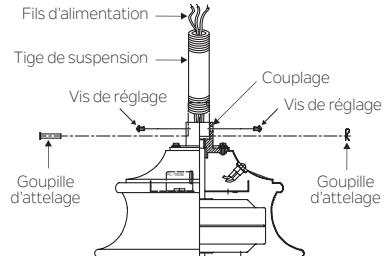

Fig. 8
**Étape 6.** Desserrez les deux vis de réglage et retirez la goupille d'attelage et le clip de fixation de l'accouplement situé au-dessus de l'ensemble du moteur. (Fig. 8)
Ensuite, replacez la goupille d'attelage et le clip de retenue. Serrer les deux vis de pression. (Fig. 8)